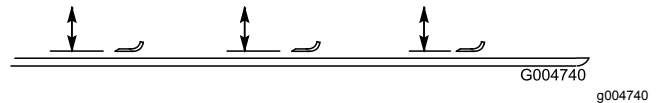

Bild 143
4. Drehen Sie die Messer, bis die Enden nach vorne und hinten zeigen und messen Sie von der Innenseite des Mähwerks bis zur Schnittkante an der Vorderseite des Messers (Bild 143).